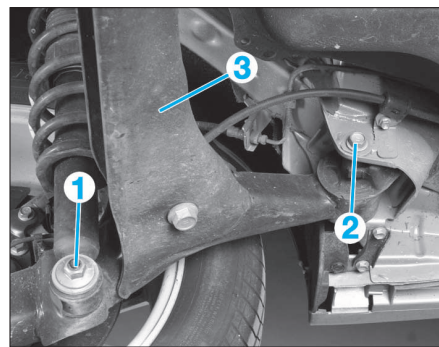

FIG. 23
- De chaque côté, déposer (fig. 23) :
- la fixation inférieure d'amortisseur (1).
- la vis de fixation (2) du train arrière sur la caisse.